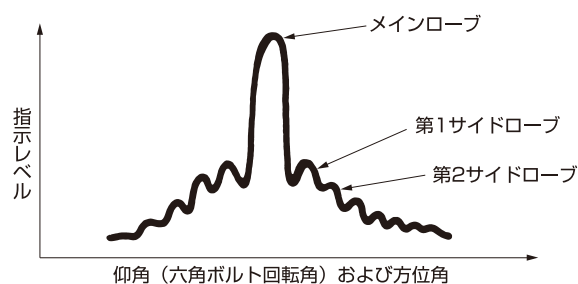
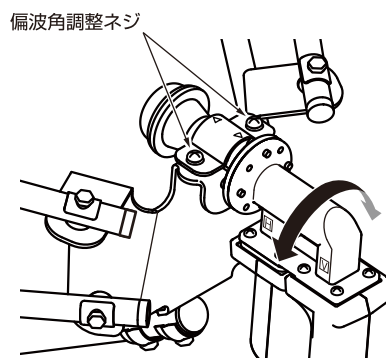

図9
図10
- ①偏波角調整ネジを緩めて、10ページの「主な設置地区の仰角と方位角と偏波角」からアンテナ設置地区の偏波角になるようフィードホーンを回転させて偏波角目盛を押え金具の矢印に合わせて偏波角調整ネジを締め付けてください。
- ②仰角調整は、仰角調整用六角ボルトを回してスペクトラムアナライザーまたはCS・BSレベルチェッカーの指示レベルが最大になるように調整を行います。このとき、サイドローブと間違えないためにこの振れを通り越して、次の指示レベルが大きくなるまで仰角調整用六角ボルトを回して右図のような(仰角および方位角/指示レベル)特性になっていることを確認した後、指示レベルが最大(メインローブ)の仰角に戻します。(図9参照)
- ③方位角調整についても仰角調整と同様な指示レベルが最大の方位角に調整します。
- ④偏波角調整ネジを緩めて、フィードホーンをスペクトラムアナライザーを見ながら左右に回転させて受信レベルを最大にします。(図10参照)
- ⑤仰角、方位角、偏波の調整を数回くり返し、受信レベルを最大にします。
- ⑥次に交差偏波のレベルを確認します。